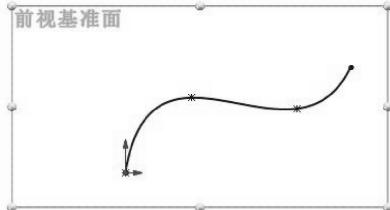

图 3-30 绘制样条曲线
- 03 单击【样条曲线】按钮，绘制如图 3-30 所示的样条曲线作为扫描轨迹。完成草图绘制后退出草绘环境。